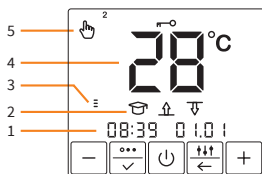

Abb. 3a / Fig. 3a / fig. 3a
- aktuelle Uhrzeit und Datum (Abbildung 3a);
- indicating the current time and date (Figure 3a)
- en indiquant l'heure et la date actuelle (figure 3a)